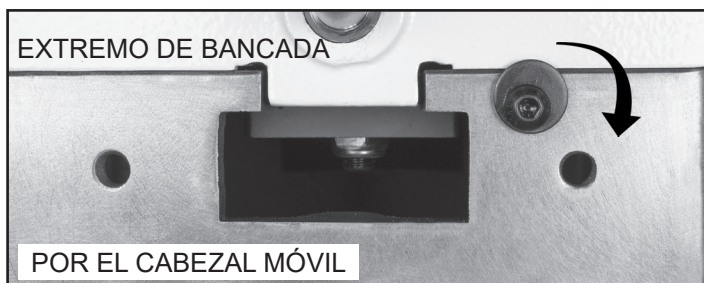

FIG. 5
- En el extremo derecho de la Bancada, con una llave hexagonal de 5mm, afloje el Perno (#11C) para que la Arandela de tope acodada (#10C) se pivotea debajo de la superficie de la bancada. Fig. 5.